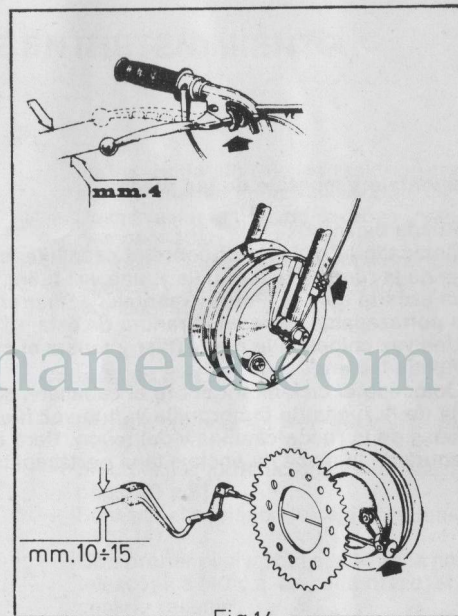

Fig. 14
- Estas condiciones se logran ajustando los mandos mediante los tensores de reglaje indicados en la (fig. 14) de forma que en el freno delantero queden 4 mm. de juego en el extremo de la palanca sobre el manillar y en el trasero de 10 a 15 mm. en el extremo del pedal.